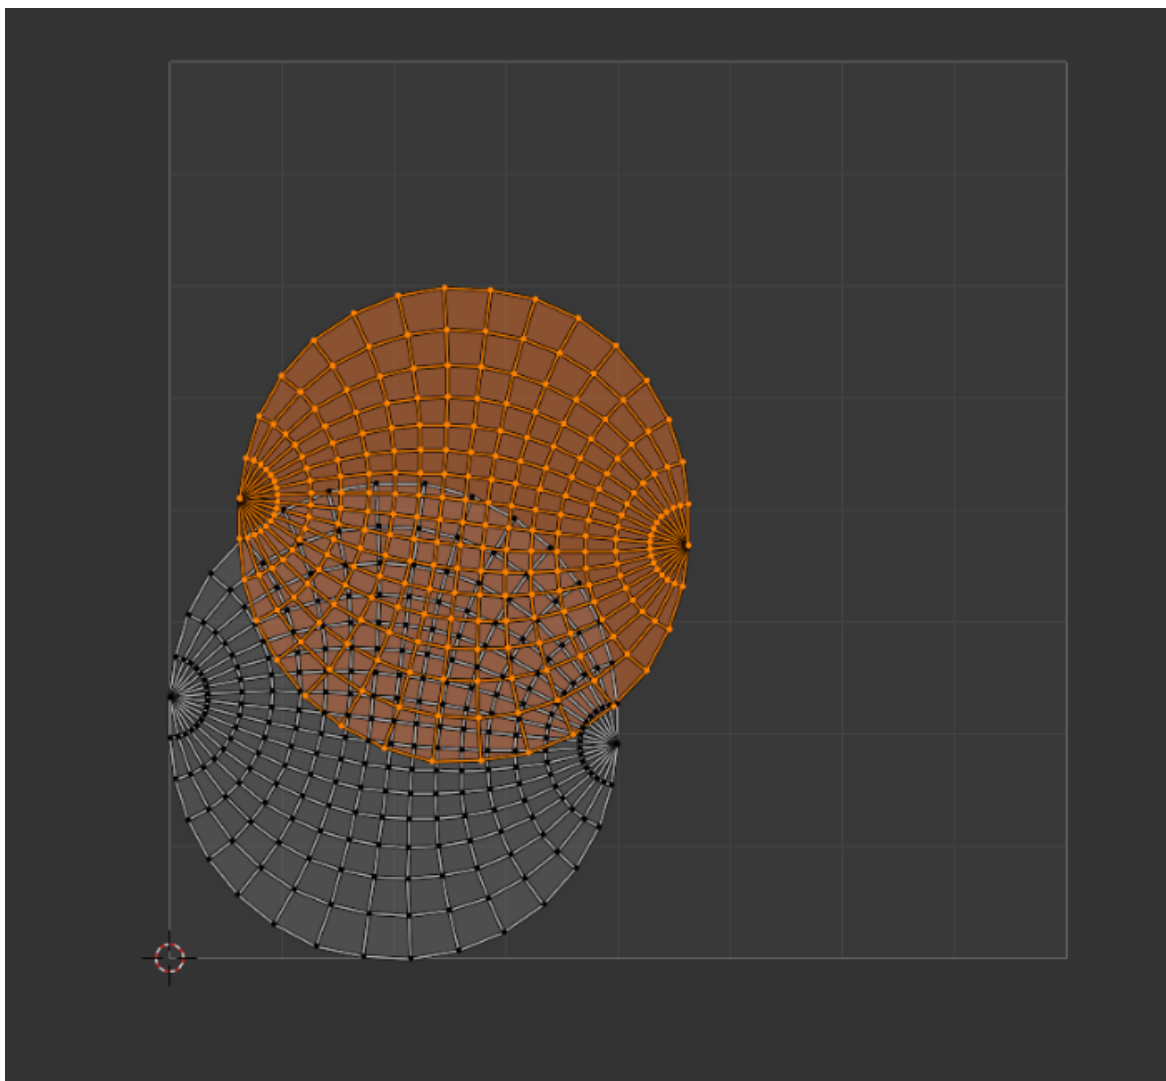

Рисунок 73 – Пример наложения
- должны отсутствовать наложения (исключения составляют повторяющиеся элементы, текстуры которых могут быть одинаковыми). Обратите внимание на рисунок 73;